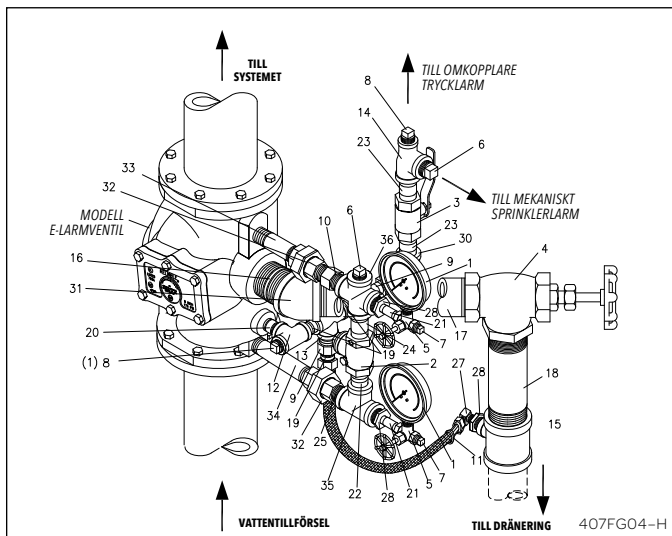

Fig. 4 – Konstant tryck vertikal installation
När vattnet upphör att flöda genom larmventilen återgår kläppen (4) till sitt säte, vilket stoppar vattenflödet till fördröjningskammaren. Dräneringsöppningarna (artikel 9, fig. 4 och 6) gör det möjligt för fördröjningskammaren och larmledningen att tömmas genom dräneringsledningen (artikel 11, fig. 4 och 6).
### Konstant tryck (fig. 4 och 6)